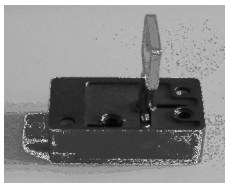
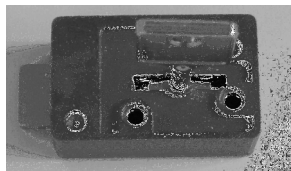

Fig. 1: 78084
Fig. 2: 78086
- Insert key in the keyhole (see Fig. 1, Fig. 2).